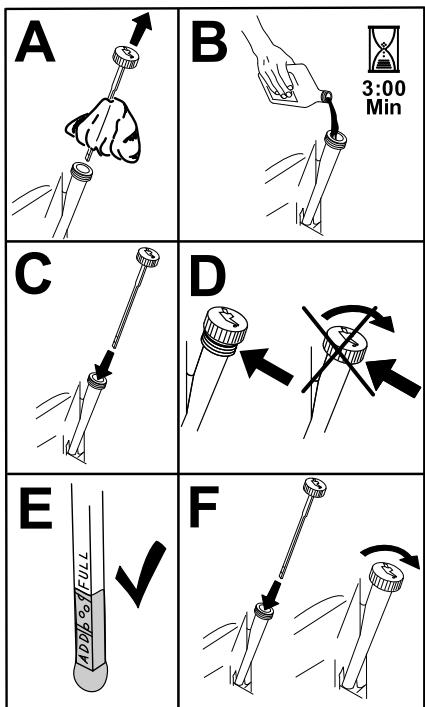

Figura 52
- Vierta lentamente un 80% aproximadamente del aceite especificado por el tubo de llenado, luego añada lentamente el resto del aceite hasta que llegue a la marca de Lleno (Figura 52).